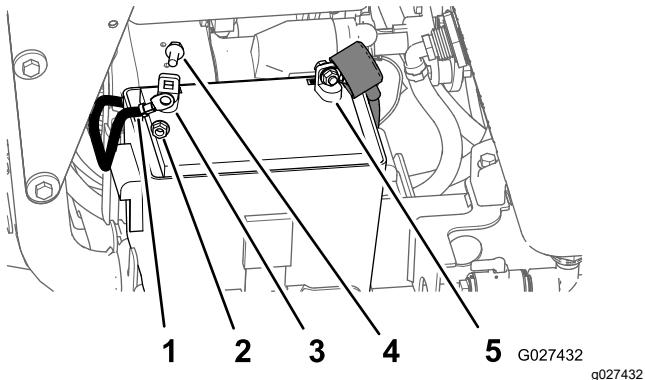

Figura 82
3. Retire el perno de cabeza hexagonal con arandela prensada y la tuerca con arandela prensada del cable negativo (–) de la batería y del borne negativo de la batería, y retire el cable de la batería (Figura 82).
4. Retire la cubierta roja del borne positivo de la batería (Figura 82).
5. Retire el perno de cabeza hexagonal con arandela prensada y la tuerca con arandela prensada del cable positivo (rojo) de la batería y del borne positivo (+) de la batería, y retire el cable de la batería (Figura 82).
3. Conecte primero el cable positivo (rojo) al borne positivo (+) de la batería con una tuerca y un perno con arandela prensada (Figura 82).
5. Conecte el cable negativo de la batería al borne negativo (-) de la batería con un perno con arandela prensada y una tuerca con arandela prensada (Figura 82).